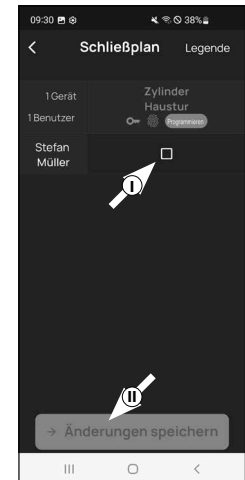

Fig. 2
4 Potrete vedere una tabella costituita dai cilindri generati (in orizzontale) e dagli utenti configurati (in verticale) (Fig. 2). Apporre una spunta nel punto in cui desiderate autorizzare il rispettivo utente all'utilizzo della serratura corrispondente (I) (Fig. 2) e premete il pulsante "Änderungen speichern" (Salva le modifiche) (II) (Fig. 2).